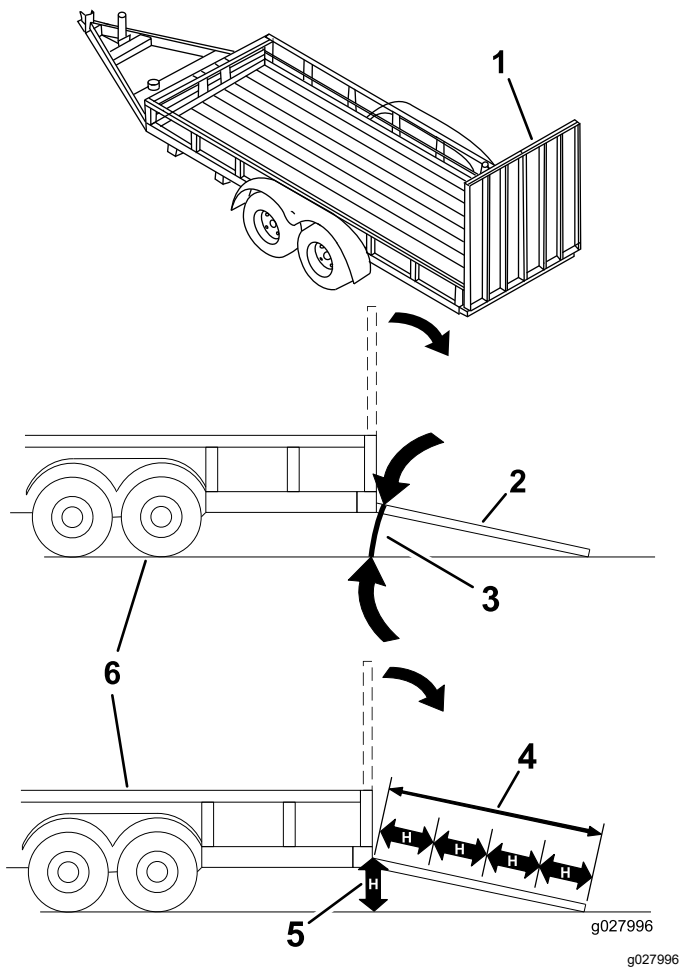

Figura 35
**El cargar la máquina en un remolque o un camión aumenta la posibilidad de un vuelco y podría causar lesiones graves o la muerte (Figura 35).**
1. Baje la rampa, asegurándose de que el ángulo entre la rampa y el suelo no supera los 15 grados (Figura 35).